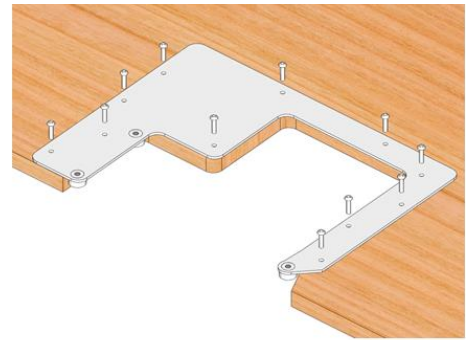

Fig 11
- Montageplatte mit den Schrauben fixieren (Fig11)